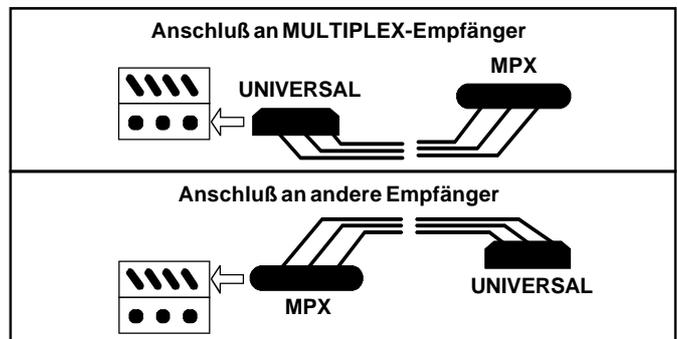

Abbildung 7
- Schließen Sie den Eingang RX2 am gewünschten Kanal des Empfängers an (siehe Abbildung 7).
Wenn Sie die Varianten 1 oder 2 verwenden (s.Abb.7)...
Wenn Sie die Varianten 3 oder 4 verwenden (s.Abb.7)...